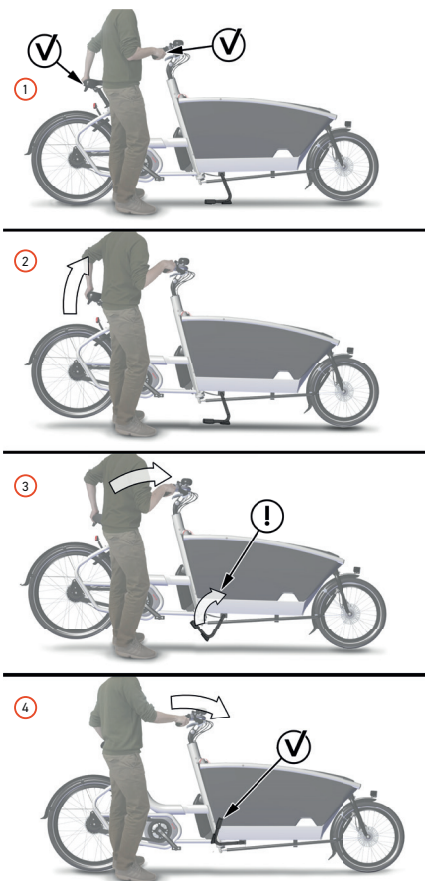

Abbildung 26 : Einklappen des Fahrradständers
3. Halten Sie den nächstgelegenen Griff **115** mit einer Hand (siehe Schritt 1 in Abbildung 26).
4. Ziehen Sie den Griff unter dem Sattel **26** mit der anderen Hand nach oben (siehe Schritt 2 in Abbildung 26).
5. Schieben Sie das Fahrrad nach vorne. Der gefederte Ständer dreht sich nach oben und ist somit nicht mehr im Weg (siehe Schritt 3 und 4 in Abbildung 26).